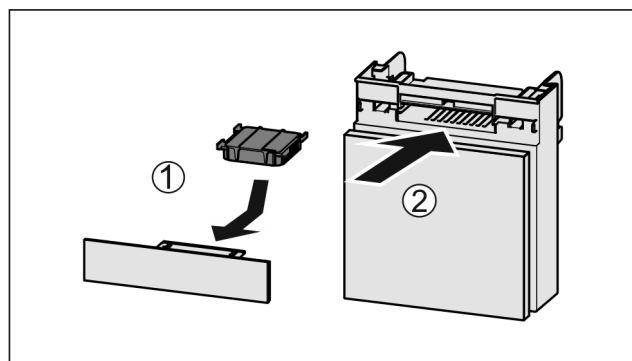

Fig. 127
- ▶ Aktivni ogljeni filter vstavite Fig. 127 (1) skladno s prikazom na sliki.
- ▶ Predal potisnite noter Fig. 127 (2).